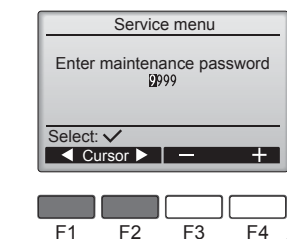

Fig. 7-2
- ① Sélectionnez "Service" dans le menu général puis appuyez sur le bouton ④.
- ② Lorsque le menu SAV est sélectionné, une fenêtre vous invitant à saisir le mot de passe apparaît. (Fig. 7-2)